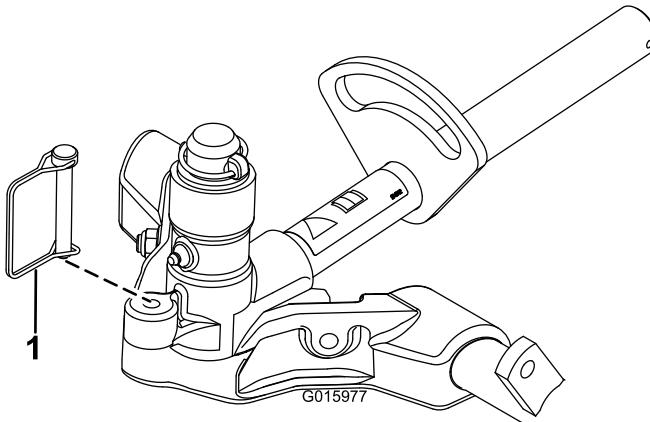

Figure 17
11. Pour verrouiller (fixer) la direction sur les plateaux de coupe, fixez la chape de pivot au bâti porteur avec la goupille élastique (Figure 17).